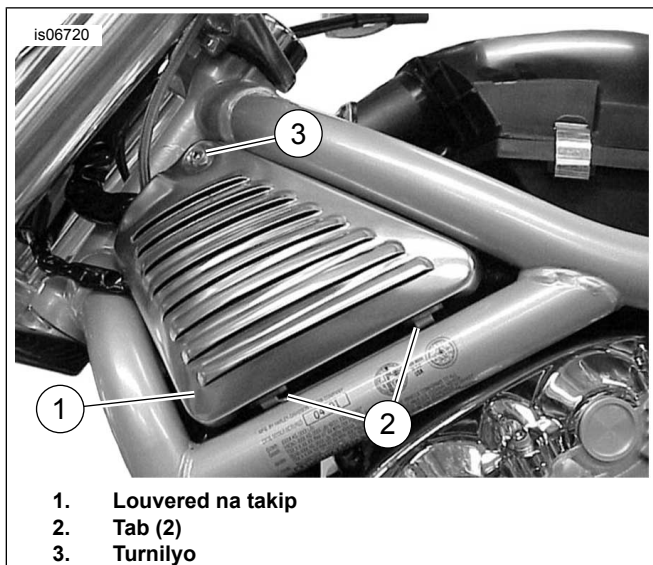

Figure 17. Kaliwang-Bahaging Louvered na Takip (Ipinakikita ang 2002-2003 V-Rod)
1. Tingnan ang Figure 17 . Tanggalin ang turnilyo (3) na nagkakabit ng harapang kaliwang louvered na takip (1) sa motorsiklo. Tanggalin ang louvered na takip sa mga tab (2) para matanggal ang takip.